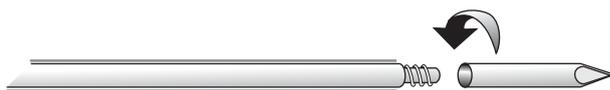

Figura 19. Fixe a ponta de tunelização metálica
2. Fixe a ponta de tunelização metálica ao tunelizador (Figura 19) e retire a respectiva bainha protectora.